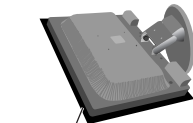

Figura R.1
2. Coloque el monitor boca abajo en una superficie no abrasiva (figura R.1).